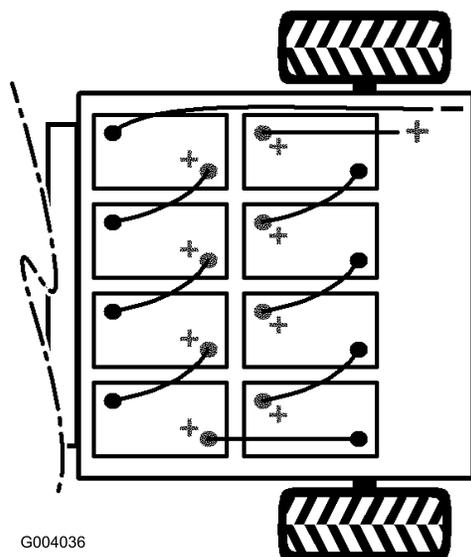

Figure 6
4. Mettez en place les batteries (Figure 6).
**Remarque:** Tenez compte de la polarité lors de la mise en place des batteries neuves (Figure 6).
6. Reliez les batteries entre elles à l'aide des câbles fournis avec les pièces détachées (Figure 6).
7. Serrez le boulon et fixez l'autre côté du clip avec un boulon (5/16 x 3/4 po) neuf et un écrou à embase (5/16 po) (Figure 6).
8. Connectez le long câble rouge positif principal entre la rangée de batteries et la machine (Figure 6).
9. Connectez le long câble noir négatif principal entre la rangée de batteries et la machine (Figure 6).